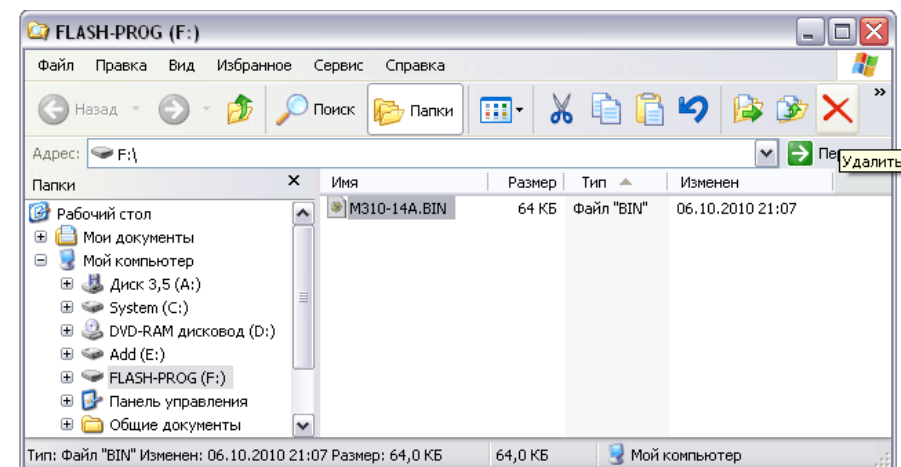

Рисунок 7. Окно FLASH-PROG.
- Нажать на клавиатуре весов клавишу «**0**» и, удерживая ее, нажать клавишу «On/Off». На экране компьютера должно появиться новое окно «FLASH-PROG», как на рис. 7. С помощью указателя «мышь» выделить файл с расширением «.BIN» и кликнуть по иконке «Удалить». На запрос Windows о подтверждении удаления файла ответить утвердительно.